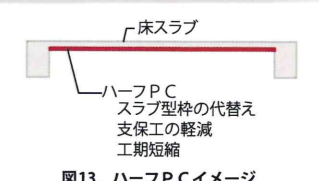

図13. ハーフPCイメージ
- 室内側のスラブ型枠をハーフPCによる工法で検討し、工期短縮及びコスト縮減を図ります。【図13】